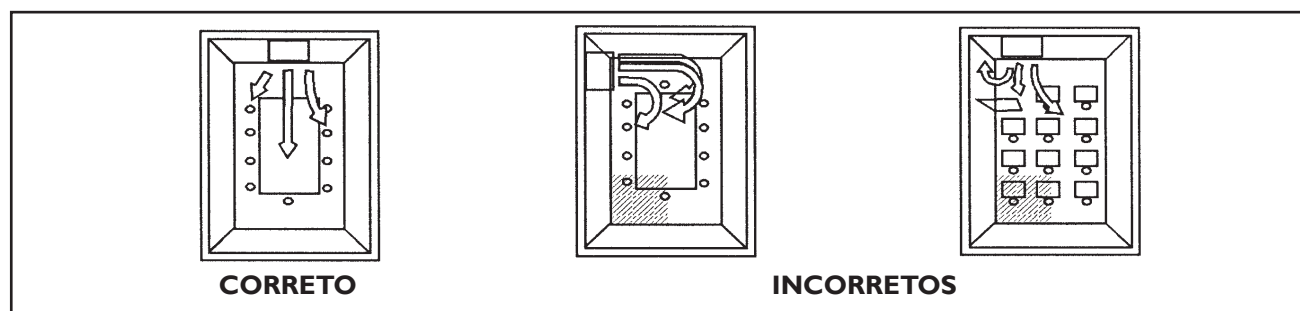

Figura 15 - Posição da evaporadora no ambiente
- A posição da unidade deve ser tal que permita a circulação uniforme do ar em todo o ambiente (figura 15).